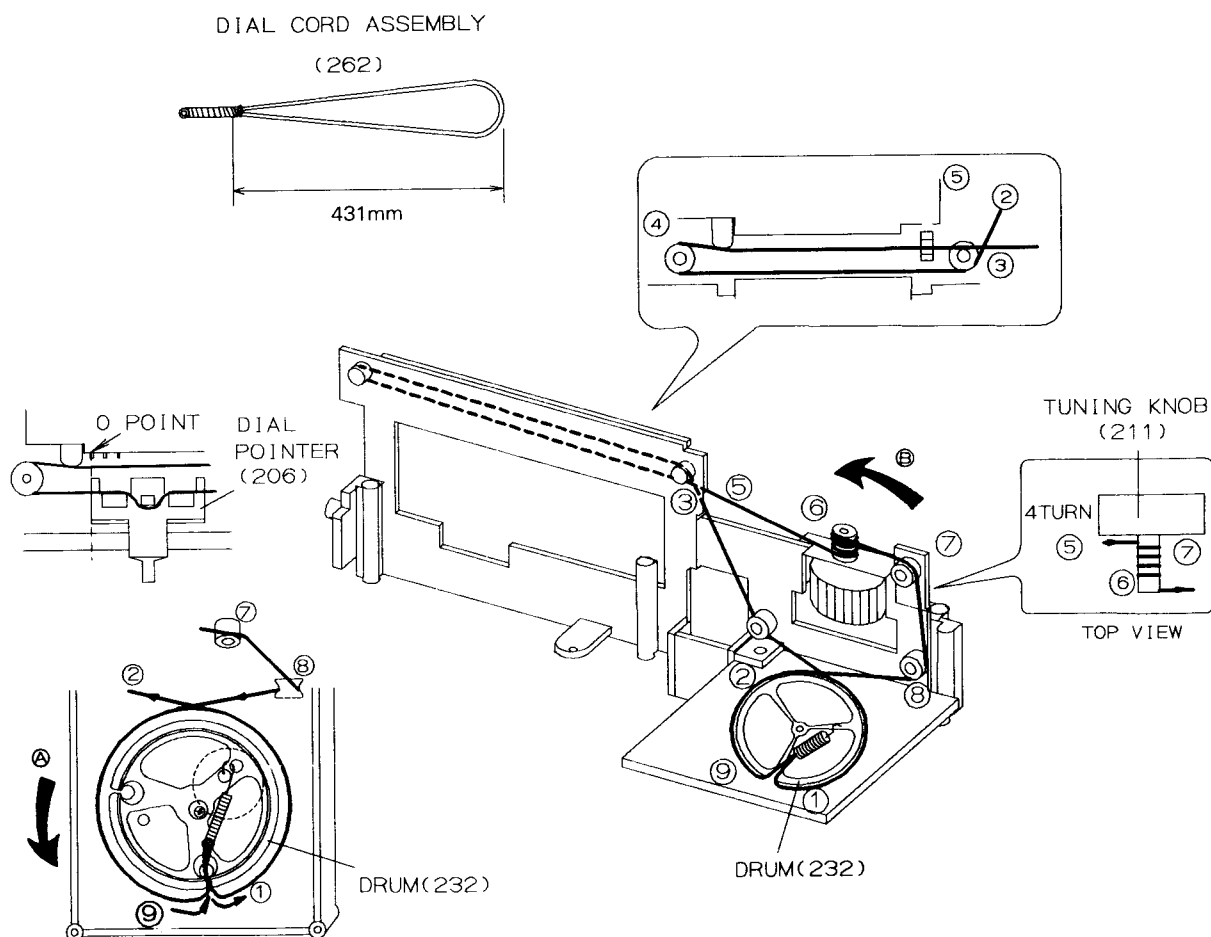

Figure 11-1
1. Turn the drum fully in the direction ① shown in Fig. 11-1 and stretch its cord over the parts in the numerical order.
2. Then turn the tuning control shaft fully in the direction ② shown in Fig. 11-1 and fix its pointer as shown in Fig. 11-1.
1. Die Trommel gemäß Abb. 11-1 bis zum Anschlag in Richtung ① drehen, dann die Schnur in der numerischen Reihenfolge über die einzelnen Teile spannen.
2. Die Abtastmischerachse gemäß Abb. 11-1 bis zum Anschlag in Richtung ② drehen, dann den Zeiger gemäß Abb. 11-1 befestigen.
1. Tourner le tambour entièrement dans le sens ① montré sur la Fig. 11-1 et passer le cordon sur les organes indiqués et dans l'ordre numérique.
2. Tourner l'arbre de commande d'accord entièrement dans le sens ② montré sur la Fig. 11-1 et fixer son index comme le montre la Fig. 11-1.